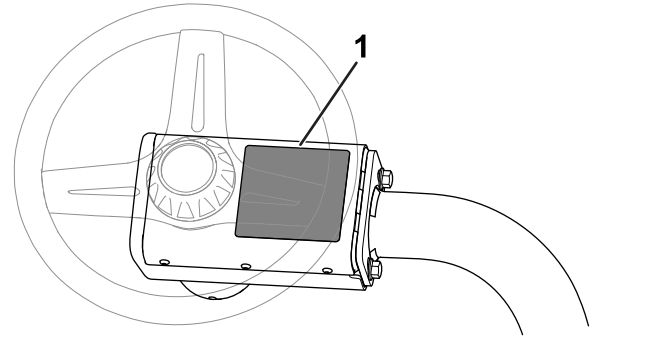

Figure 15
- Apposez l'autocollant de sécurité CE (réf. 136-8505) sur l'autocollant de sécurité existant (réf. 136-8506) ; voir Figure 15.